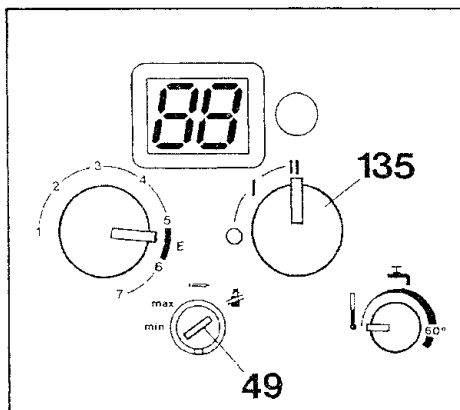

Bild 7
- Betriebsartenschalter 49, Bild 7, in Stellung "min" und Startlast überprüfen, anschließend Gerät ausschalten